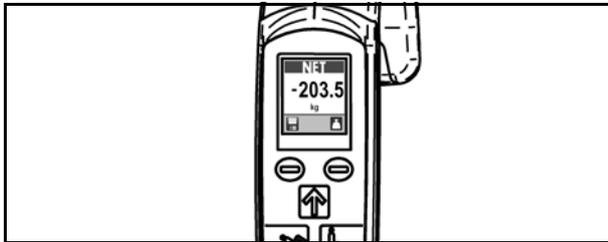

Fig. 66
3. Remettre la toile sur le Maxi Move. Ne pas tenir compte du signe moins affiché avant les chiffres. Attendre que la lecture se stabilise. Le chiffre affiché à l'écran correspond au poids réel du patient (voir Fig. 66).